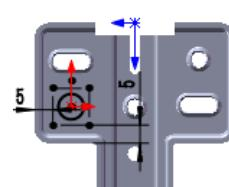

图 16.6.57 编辑草图
(4) 编辑草图，如图 16.6.57 所示。退出草图环境，完成成形特征 7 的创建。